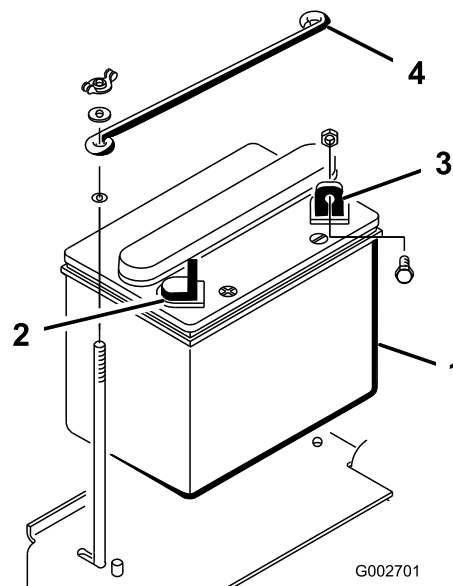

図 5
- マイナス端子を車体後方に向けてバッテリーを車体に載せる (図 5)。